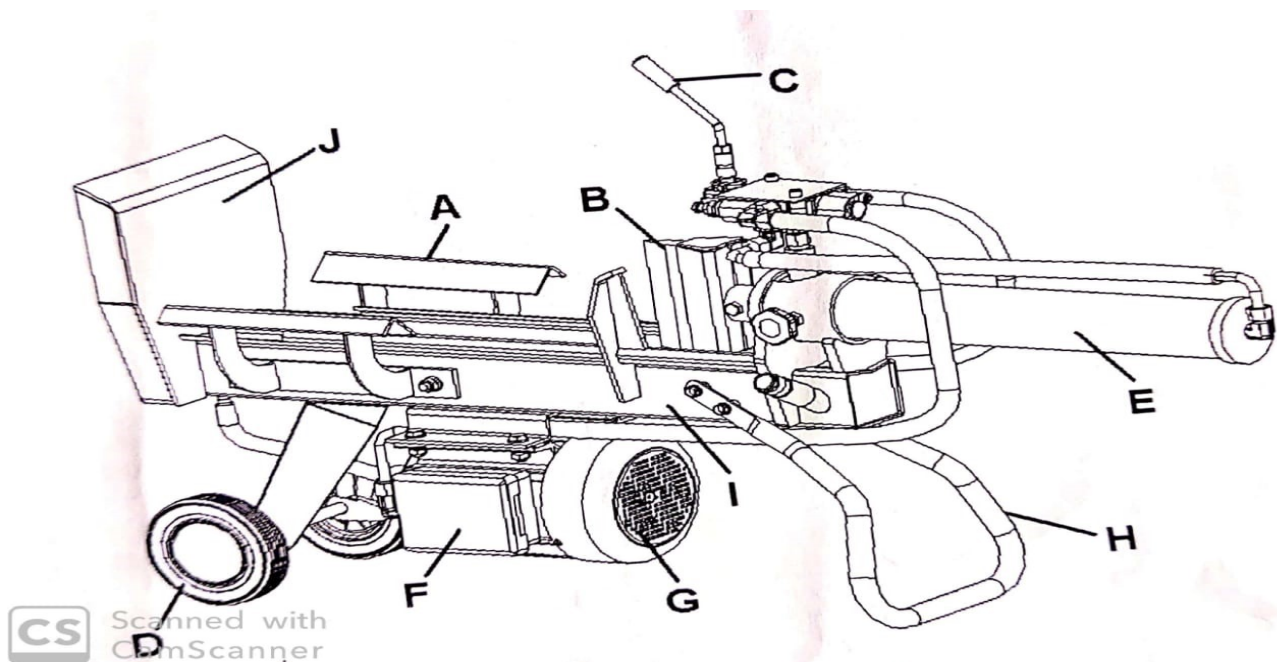

Figura 1. Lista de componentes principales.
Verifique estos componentes de acuerdo a la siguiente lista y la figura 1.
6. Presione el switch de encendido y espere unos segundos mientras el motor crea presión en la bomba hidráulica, luego puede comenzar a trabajar. Oprima el operador de mano (C en figura 1) la cuña separadora ( B en figura 1) comprimirá el leño empujándolo contra el botón de platea astillando el leño. Una vez que el leño esté astillado la cuña volverá a su posición.